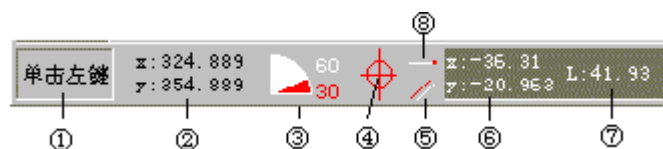

图 4.1-2
在绘图界面最下面是系统的信息提示区域，它可以显示操作提示、当前光标的位置及方向等信息，如图 4.1-2所示，各标记意义分别如下：
在开目 CAPP 中光标有方向，信息区中显示了光标的方向（图 4.1-2 中③），光标角度的转动有两种方式：